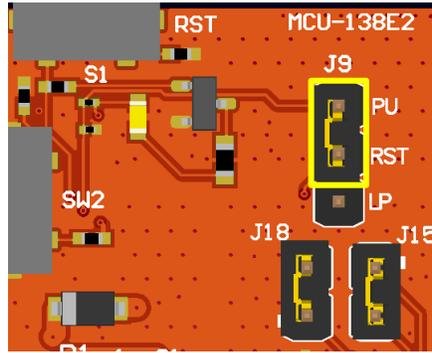

图 2-13. nReset 上拉
LP-EM-CC35X1 提供了将复位线连接到 LaunchPad 接头 ( 引脚 16 ) 的选项, 以从外部控制复位线。要将 nRESET 线连接到 LaunchPad 接头引脚, 而不是默认的上拉电阻器, 需要将跳线 J9 放置在底部两个引脚上。J9 采用上拉 (PU) 配置, 因此, 当为电路板供电时, nRESET 线上拉, 如 图 2-13 所示。